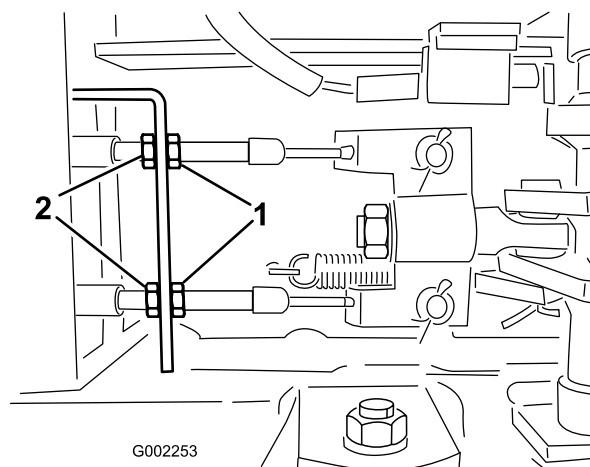

Figure 56
6. Serrez les écrous arrière uniformément jusqu'à ce que la pédale s'enfonce de 1 à 2 cm avant que vous sentiez une résistance (Figure 56).
5. Desserrez les écrous avant sur les câbles de frein, sous l'extrémité avant du pulvérisateur (Figure 56).